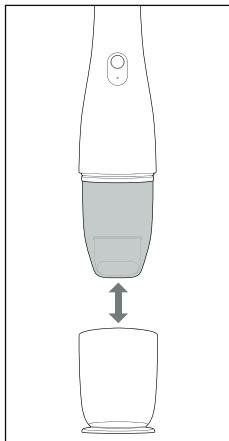

Fig. 4
- ▶ Înainte de a utiliza aparatul, asigurați-vă de fiecare dată că filtrul de praf ❺ este montat corespunzător (a se vedea capitolul **Curățarea/inlocuirea filtrului de praf**).
1. Țineți aparatul de mâner ❾ și scoateți dopul ❶ de pe aparat (a se vedea fig. 4).
2. Introduceți la nevoie duza de aspirare 2 în 1 ❿ în orificiul de aspirare ❷ (a se vedea capitolul **Duza de aspirare 2 în 1**).
3. Apăsăți comutatorul Pornit/Oprit ❶ ❷ pentru a porni aparatul. Becul de control al încărcării ❸ luminează albastru.
4. Apăsăți din nou comutatorul Pornit/Oprit ❶ ❷ pentru a opri aparatul după utilizare. Becul de control al încărcării ❸ se stinge.
5. Introduceți dopul ❶ pe aparat (a se vedea fig. 4).